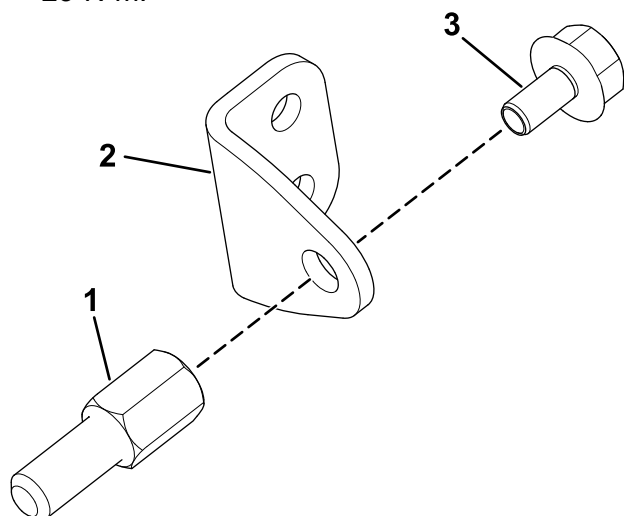

Figure 7
3. Insérez le boulon de la gâche (5/16" x 1/2") dans le support et dans la gâche de la porte (**Figure 7**).